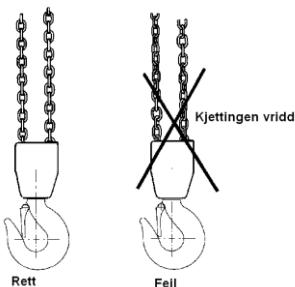

Fig. 5
- Kjettingen må ikke ha knekk eller være vridd. For toparts jekketalje (6 tonn) er det fare for at kjettingen blir vridd ved at underblokken viser gjennom kjettingslyngen. Dette skjer vanligvis ved ommontering eller flytting av kjettingtaljen mellom ulike arbeidssteder. Se fig. 5.
Kontroll av kroker (se fig. 5 og tabell 2)